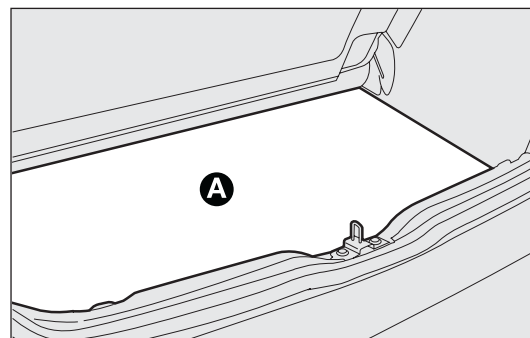

fig. 121
- soulever le tapis de sol du coffre à bagages A-fig. 121 ;